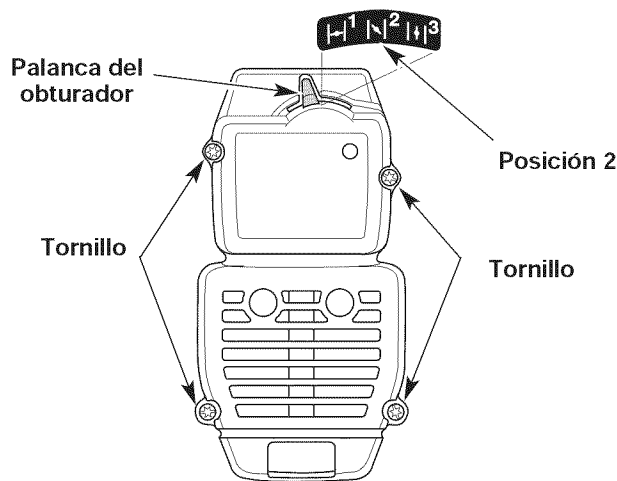

Fig. 13
NOTA: La palanca del obturador debe estar en Posición 2 (Fig. 13) para sacar la cubierta del silenciador / filtro de aire.
2. Saque los cuatro (4) tornillos que sostienen la cubierta del silenciador / filtro de aire (Fig. 13). Use un destornillador de vástago plano o de broca Torx N° T20.
NOTA: La palanca del obturador debe estar en Posición 2 (Fig. 13) para instalar la cubierta del silenciador / filtro de aire.